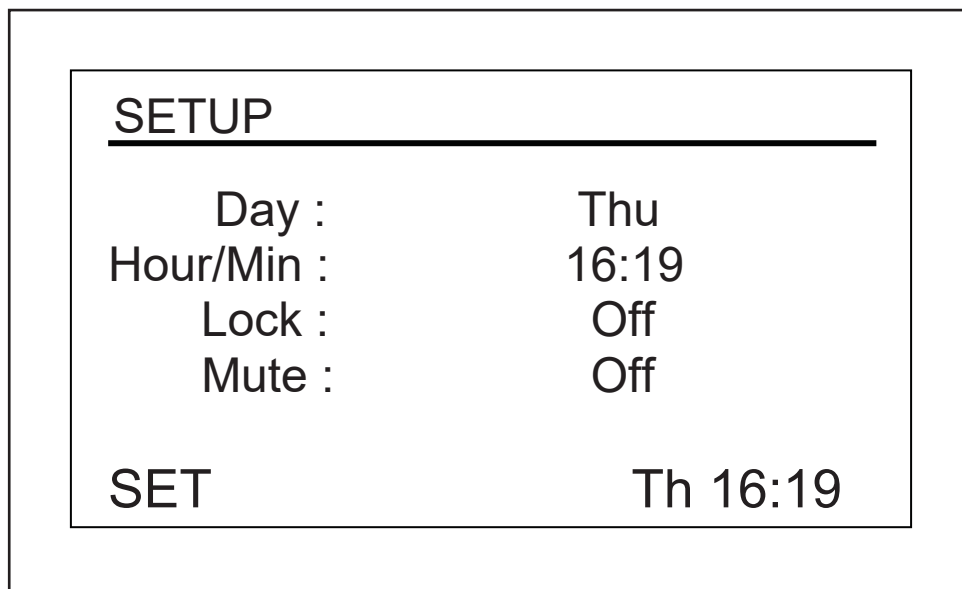

Abb. 9-5: Einrichtungsbildschirm (SET)
1. Drehen Sie den Knopf, bis der Tag markiert ist (in dem Beispiel-Bildschirm oben *Thu* für "Thursday": Donnerstag (siehe Abb. 9-5 auf S. 54)). Drücken Sie anschließend den Knopf. Der Tag beginnt zu blinken.
1. Drehen Sie den Knopf, bis die Uhrzeit markiert ist (in dem Beispiel-Bildschirm oben (16:19 (siehe Abb. 9-5 auf S. 54))). Drücken Sie dann den Knopf.
Der aktuelle Status (in dem Beispiel-Bildschirm oben *Off* (siehe Abb. 9-5 auf S. 54)) beginnt zu blinken.